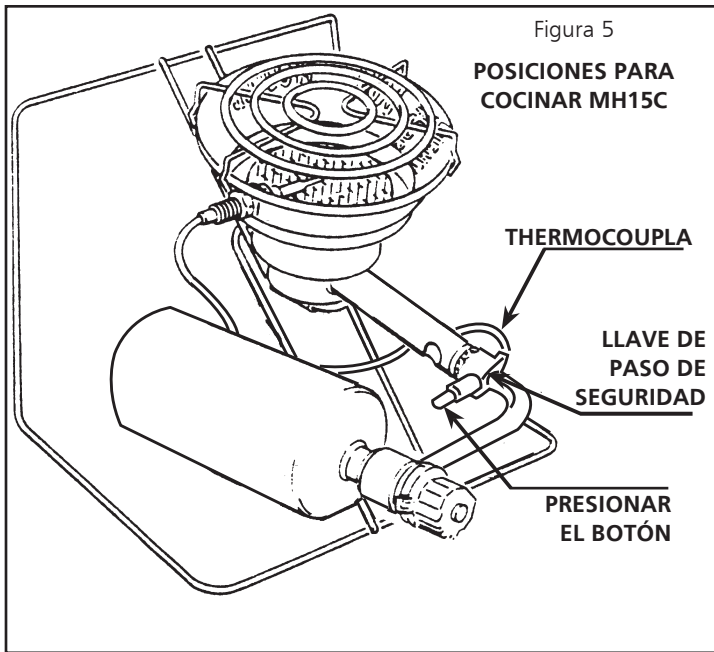
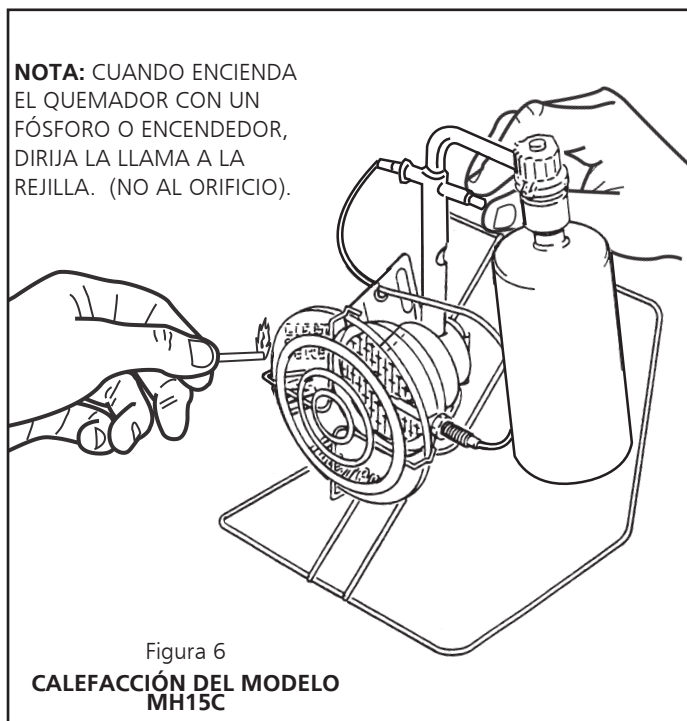

Figura 5
Figura 6
- F. **USO DEL Calentador:** Utilice siempre el calentador en la posición de calentamiento (vea la Figura 6) o la posición de cocción (vea la Figura 5) en una superficie nivelada no combustible. **NUNCA** coloque el cilindro de lado al utilizar el calentador. En la posición para cocinar, el cilindro debe estar a 20 grados de la horizontal.
- D. Para encender el MH15C, coloque un fósforo encendido sobre la rejilla protectora donde aparece la indicación “Light here” (encender aquí) en el reflector. (Ver Figura 6). A CONTINUACIÓN presione el botón de la válvula en la llave de paso de seguridad. Una vez encendido el calentador, mantenga presionado el botón de la válvula durante 30 segundos, luego libérela lentamente. **CUIDADO:** NO PRESIONE EL BOTÓN DE LA VÁLVULA ANTES DE INSERTAR EL FÓSFORO ENCENDIDO